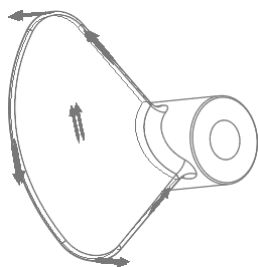
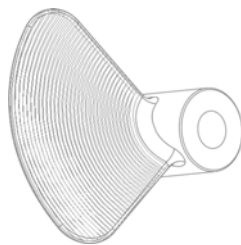

图 7.3.15 “曲面标识”调整结果
图 7.3.16 预览切削方向
Step7. 在 **曲面列表** 栏中依次选中 **曲面 ID=** 各项, 然后单击  按钮调整各个表面上的切削方向, 调整结果如图 7.3.15 所示, 单击 **预览** 按钮, 结果如图 7.3.16, 单击 **确定** 按钮完成切削的定义。